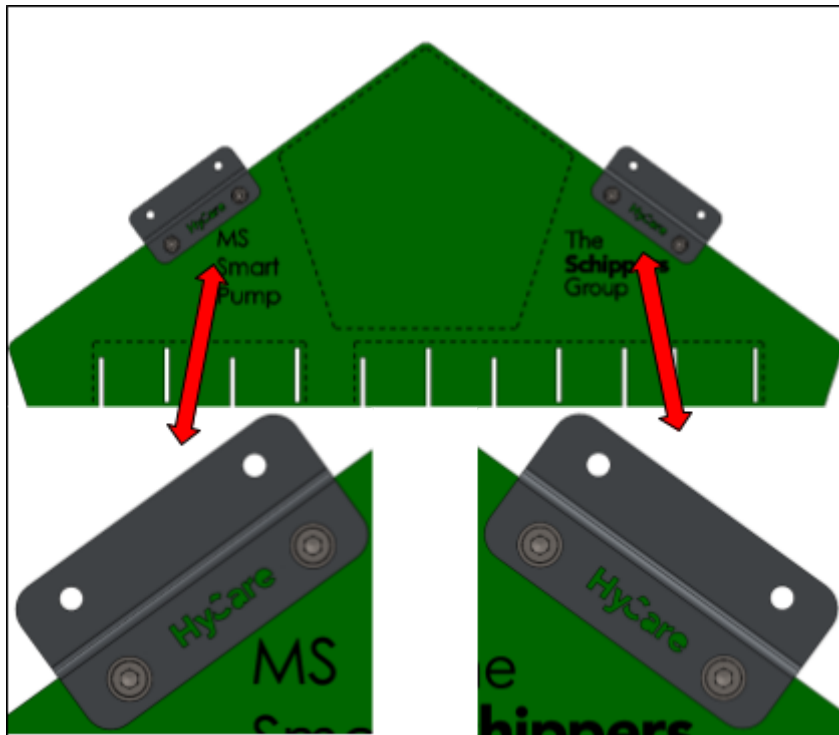

Abbildung 24.
- o Verwenden Sie Abbildung 24 als Vorlage und markieren Sie die vier Löcher für die oberen Befestigungspunkte der Platte.